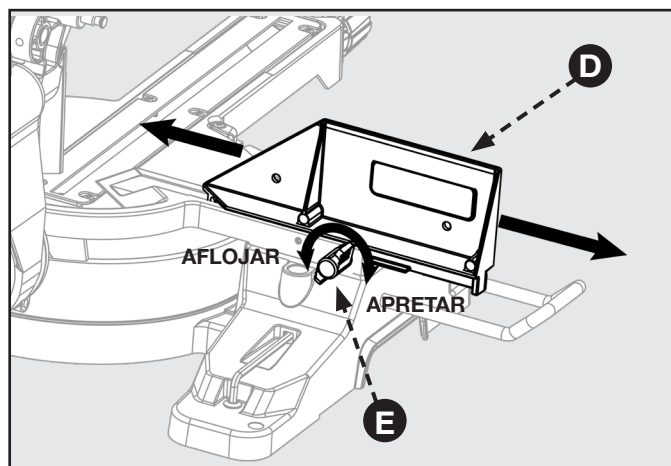

FIGURA 25
Esta sierra está equipada con una guía tope de extensión ajustable. Para extender o retraer la guía tope, consulte la Figura 25 y siga estas instrucciones: Afloje la tuerca de mariposa (E) girando hacia la izquierda y deslice la guía tope (D) hacia la posición deseada. Asegúrese de volver a apretar la tuerca de mariposa (E) girándola hacia la derecha.
**⚠ PELIGRO:** Inspeccione siempre para asegurarse de que la tuerca de mariposa (E) esté apretada antes de realizar un corte. No seguir estas reglas podría provocar lesiones.